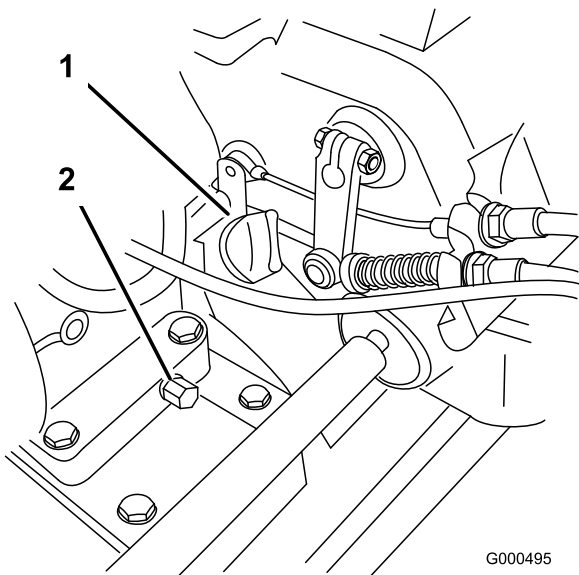

图29
2. 调整机器，使发动机保持水平，并清洁量油尺周围的区域（图29）。
3. 逆时针旋转油位量油尺，然后将其取出（图29）。
2. 在机器后部的排油塞下放置一个放油盘（图29）。拧松排油塞。